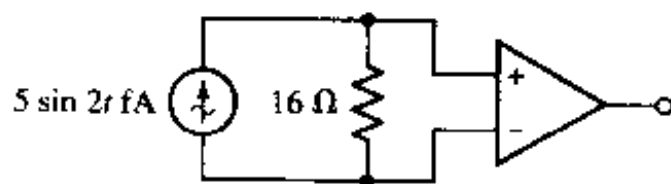

图 6.44
29. 如图 6.44 所示电路, 计算 v_{out} , 如果: (a) $A = 10^5$, $R_i = 100 \text{ M}\Omega$ 和 $R_o = 0$; (b) $A = 10^6$, $R_i = 1 \text{ T}\Omega$ 和 $R_o = 0$ 。